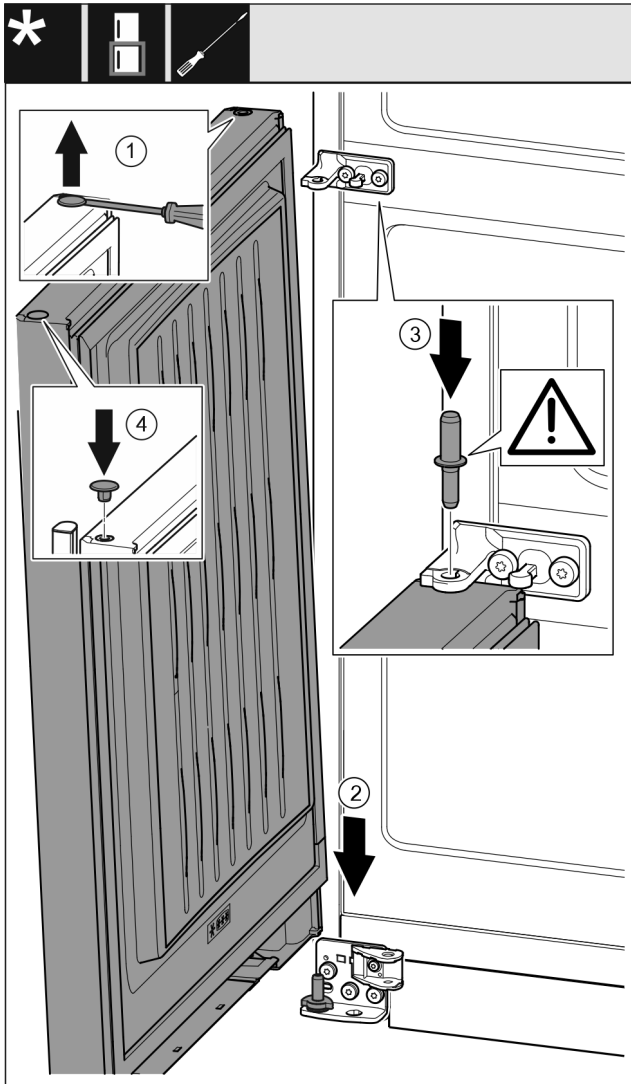

Fig. 41
- Ridicați cu precauție dopul cu o șurubelniță plată și extrageți-l. Fig. 41 (1)
- Așezați ușa de sus pe bolțul inferior de lagăr. Fig. 41 (2)
- Introduceți bolțul central de lagăr prin mijlocul suportului de lagăr în ușa inferioară. Aveți grijă aici ca respectiva camă de cuplare să fie îndreptată către înapoi. Fig. 41 (3)
- Introduceți dopul pe partea opusă a ușii. Fig. 41 (4)